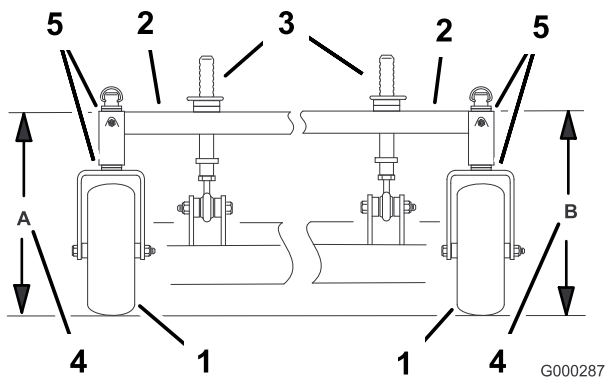

Figure 65
- Mesurez la hauteur du bâti porteur au point **A** (Figure 65).
- Mesurez la hauteur du bâti porteur au point **B** (Figure 65).